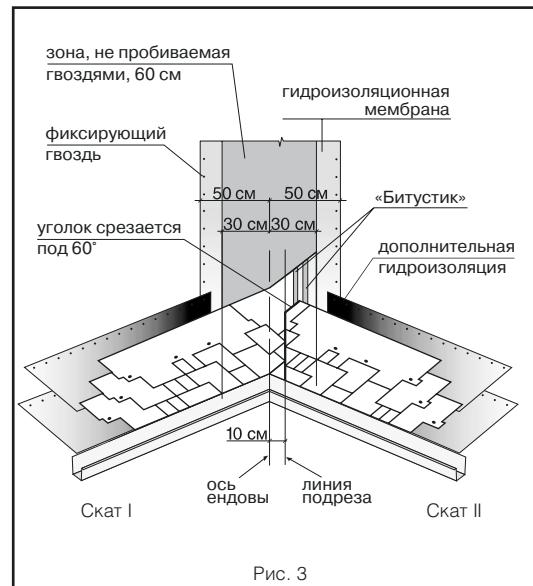

Рис. 3
Ендова (рис. 3)
- на прилегающем скате (II) вдоль оси ендovy на расстоянии 30 см от нее отбивается линия;
- лист, подходящий к ендove со ската II, должен доходить до линии подрезки и обрезаться по ней. Верхний уголок обрезанного края листа подрезается под углом 60° (5 x 3 см – рис. 3);